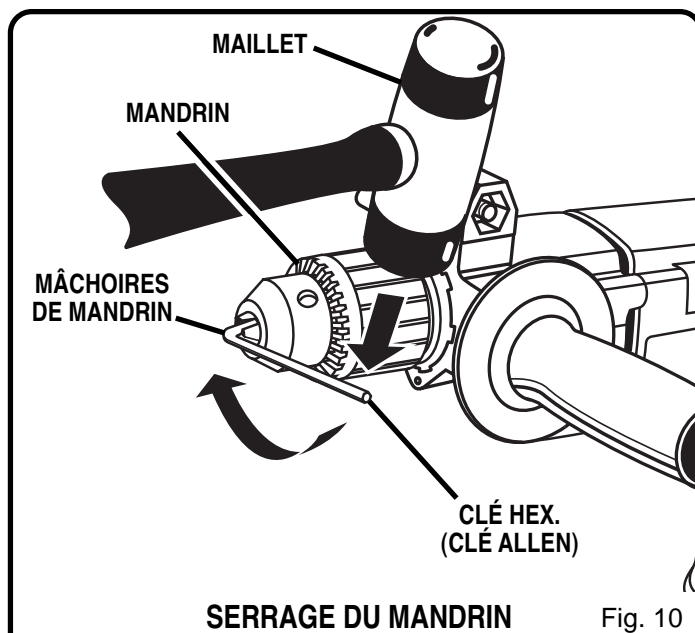

Fig. 10
Voir figures 10, 11 et 12.
3. Tapez fortement sur la clé hex. à l'aide d'un maillet dans le sens des aiguilles d'une montre. Voir figure 10. Ceci desserre la vis du mandrin pour faciliter son enlèvement.
2. Insérez la clé hex. dans le mandrin et serrez bien les mâchoires du mandrin. Tapez fortement la clé Allen à l'aide d'un maillet dans le sens des aiguilles d'une montre. Ceci serrera le mandrin sur la broche. Voir figure 10.